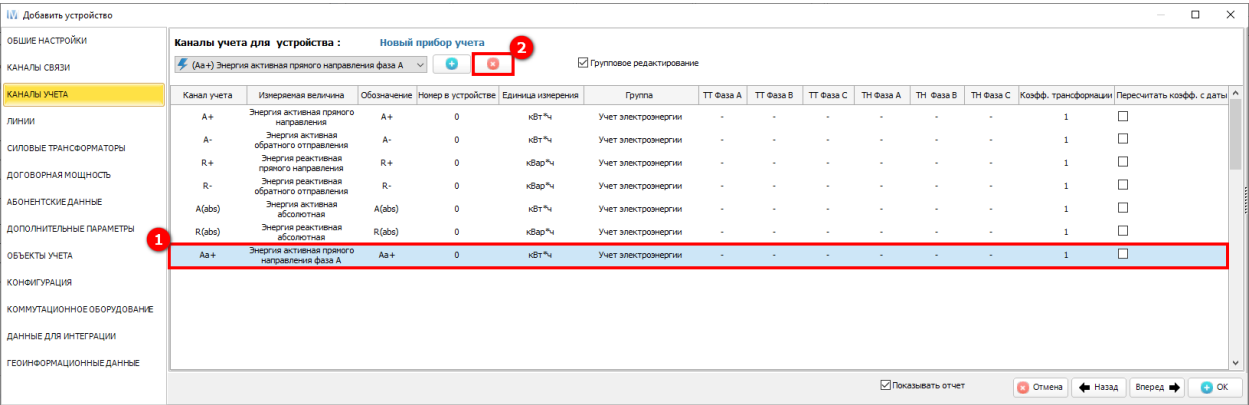

Рисунок 301 – Параметры устройства – Каналы учета – Удаление канала учета
При необходимости можно удалять каналы учета для конкретного устройства. Для этого с помощью левой кнопки мыши выбираем канал учета (1) (см. рисунок 301) и нажимаем кнопку удаления (2).